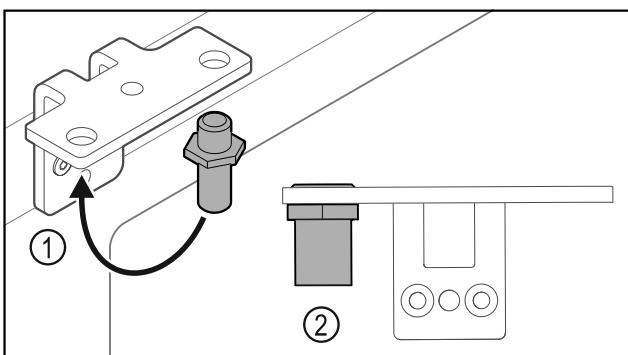

Fig. 33
- Pārlieciet tapu Fig. 33 (1) lokāmajā kronšteinā.
- Pievelciet tapu Fig. 33 (2) ar **griezes momentu 12 Nm**.